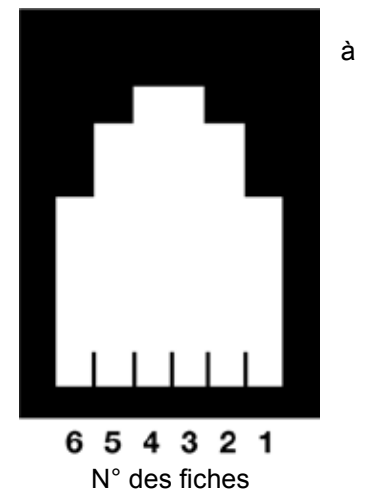

Fig. 25 - Prise RJ11
- Le câblage électrique pour le raccordement EIA 232C est conforme au standard EIA 232C. Ce raccordement nécessite un connecteur RJ11 lié un adaptateur 9 voies type D. La Figure 25 détaille la prise RJ11, vue de face.